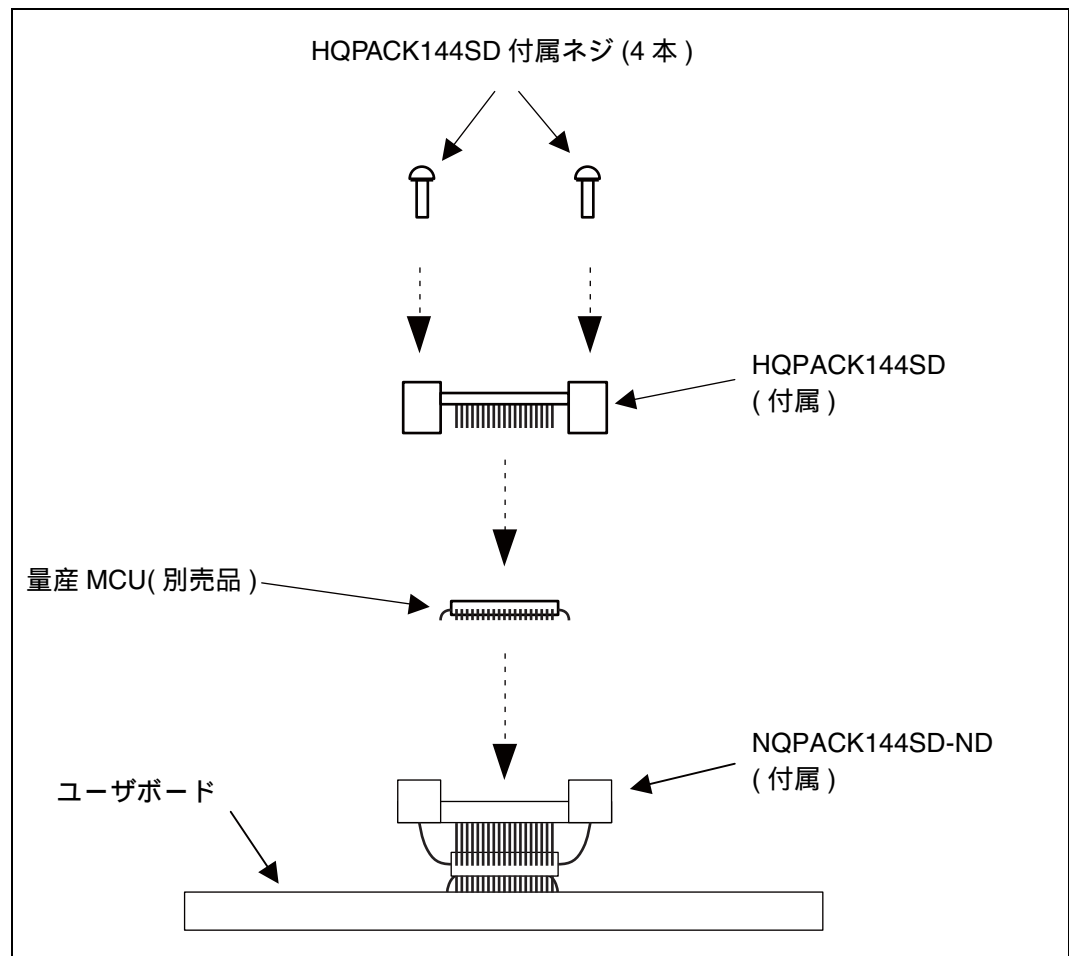

図 2 量産 MCU の接続
- 量産MCUをNQPACK144SD-ND上に実装する際は ,付属のHQPACK144SDを使用し , 付属のネジで固定します。量産 MCU の取り付けは以下のとおりに行います。図 2 に 量産 MCU の固定方法を示します。